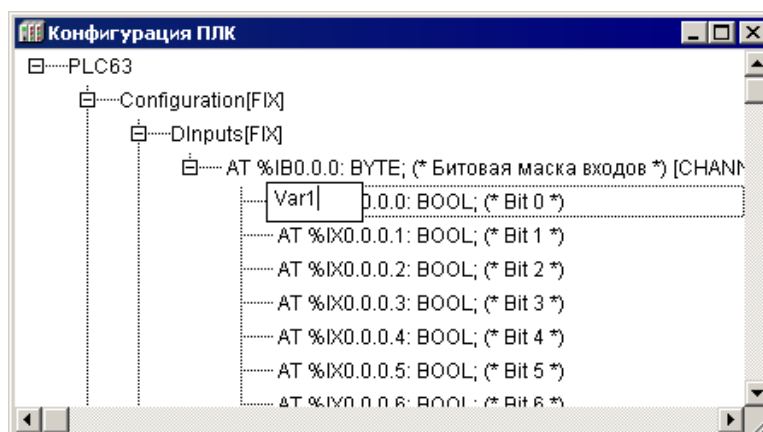

Рисунок 7.9 – Ввод и редактирование имени переменной канала
- 1) В дереве конфигурации выделить корневой элемент (например, «PLC63», см. рисунок 7.9).
- 2) В области задания параметров – перейти на вкладку «Параметры модуля (Module Parameters)», щелчком левой кнопки мыши в требуемой ячейке списка параметров, переведя запись значения, установленного по умолчанию, в режим редактирования (см. рисунок 7.9).